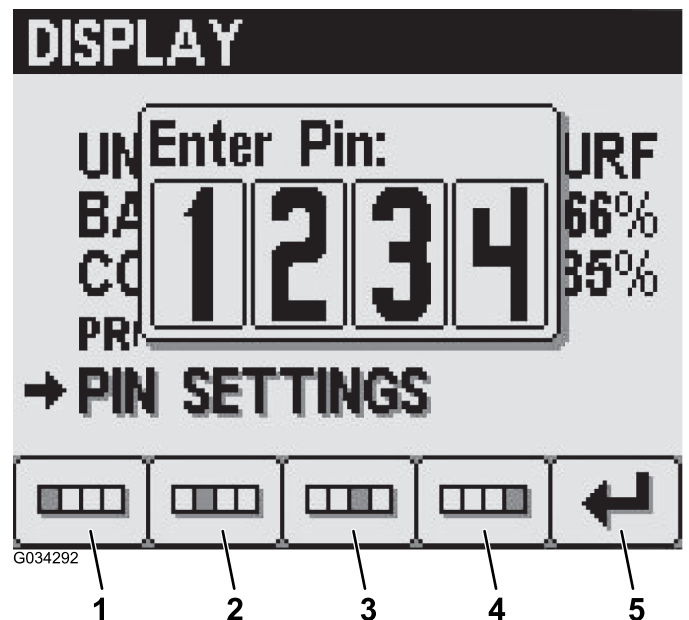

Figure 15
2. Saisissez votre code PIN en utilisant les boutons 1 à 4 puis en appuyant sur le bouton 5 pour confirmer (Figure 15).
4. Saisissez l'ancien code PIN en utilisant les boutons 1 à 4 puis en appuyant sur le bouton 5 pour confirmer (Figure 15).